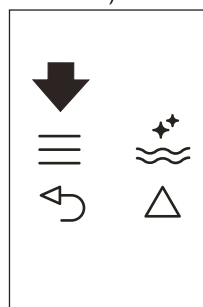
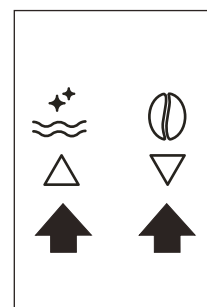

Fig. 22
Fig. 9
- Prima o ícone  (B2) para aceder ao menu (Fig. 22). Prima os ícones   (B7) e (B8) (Fig. 9) até aparecer "PROGRAM COFFEE" (PROGRAMAR CAFÉ).